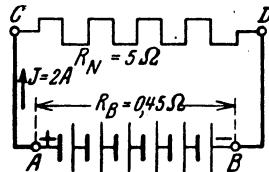

Abb. 4.
35. Eine Batterie von 6 [15] hintereinandergeschalteten Elementen (Abb. 4) derselben Art liefert in einen äußeren Stromkreis von 5 [8] Ω Widerstand einen Strom von 2 [2,5] A. Der innere Widerstand der Batterie beträgt bei Hinter-